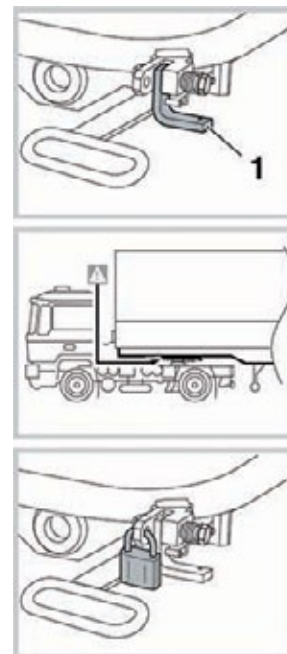

fig. 6
- La levetta di sicurezza 1 deve stare in basso (fig.6).
- La contropiastra deve appoggiare sulla ralla a perno senza fessure (fig.6).
- Mettere un dispositivo di sicurezza nel foro del fermo (fig.6).
- Le levier de sécurité 1 doit rester en bas (fig.6).
- La contreplaque doit poser sur la plaque d'attelage à pivot sans fissure (fig.6).
- Mettre un dispositif de sécurité dans le trou du cran (fig.6).